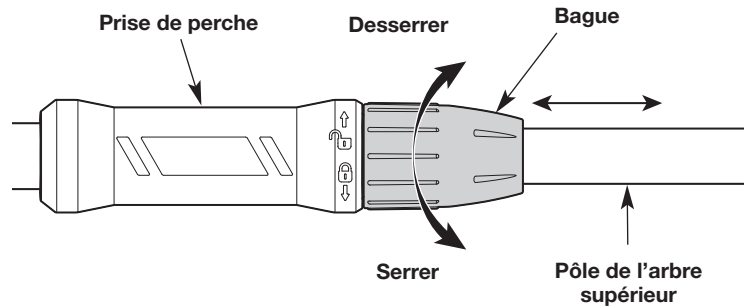

Fig. 3
1. Maintenez fermement la prise de perche d'une main (Fig. 3).
2. Tournez la bague dans le sens des aiguilles d'une montre pour la débloquer (Fig. 3).
3. Faites glisser la tige de la perche supérieure vers le haut ou vers le bas pour atteindre la longueur souhaitée (Fig. 3).
4. Tournez la bague dans le sens inverse des aiguilles d'une montre pour bien bloquer la bague et la tige de la perche supérieure (Fig. 3).